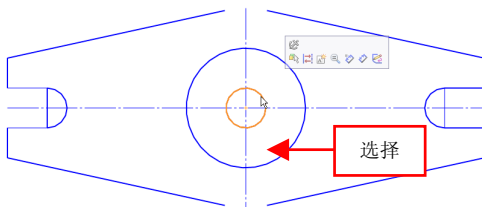

图 3-27 选择最内侧的圆对象
(2) 任意选择一条直线, 弹出对话框, 单击【编辑草图】按钮, 进入草图环境, 选择最内侧的圆对象, 如图 3-27 所示。